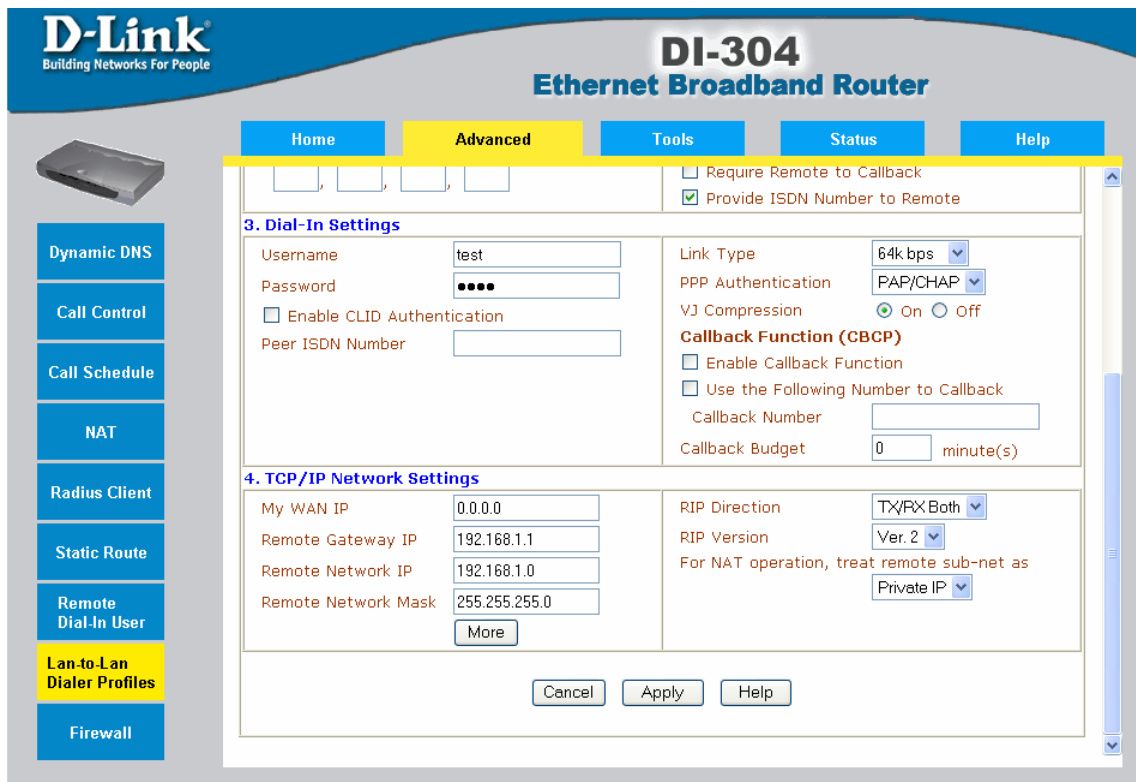

Abbildung 33: LAN-to-LAN Profileinstellungen des zweiten ISDN Routers (2)
8. Abschließend müssen die IP Einstellungen im LAN-to-LAN Profile vorgenommen werden, so dass diese den Bereich des lokalen IP Netzwerks angeben. (Abbildung 33).